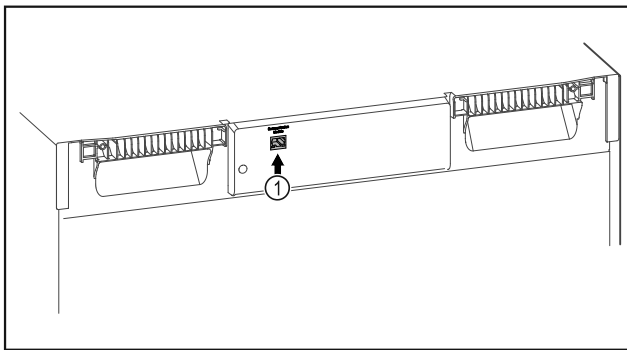

Fig. 142
- SmartModule Fig. 142 (1) 已使用。